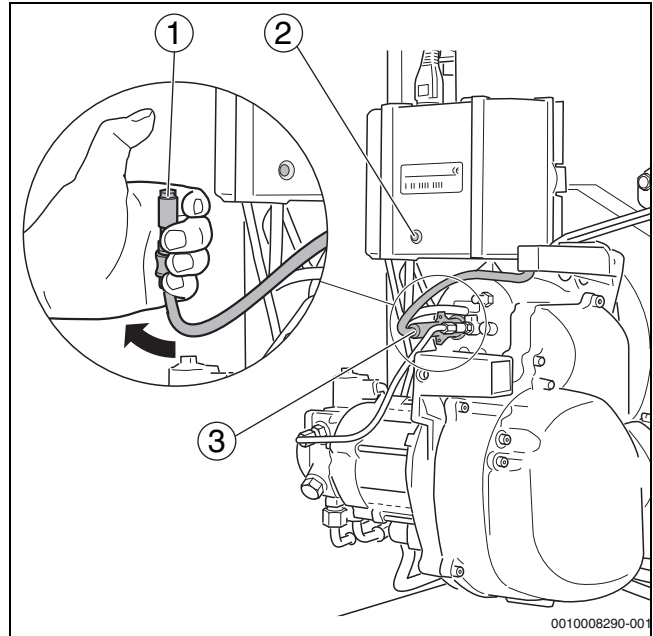

Bild 28 Flammenfühler auf Funktion prüfen
der Halterung ziehen (→ Bild 28, [3])
- ▶ Flammenfühler mit dem Daumen abdecken (→ Bild 28, [1]). Es muss
durch Drücken der Reset-Taste (→ Bild 28, [2]) entriegeln.